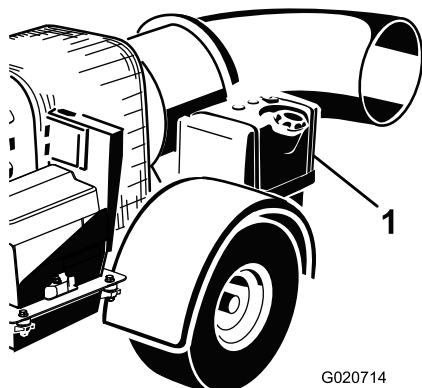

図 12
2. 燃料タンクのキャップの周囲をきれいに拭いてからキャップを取る（図 12）。